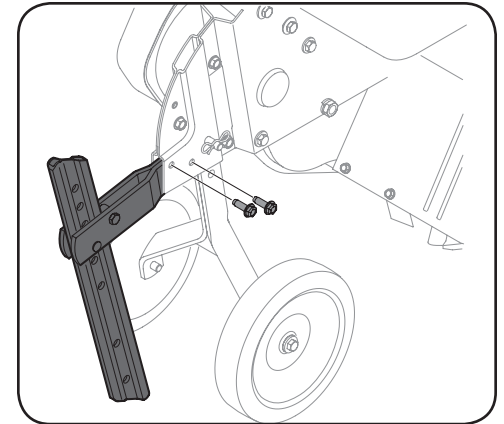

Figura 3-4
- Retire los dos tornillos del soporte en el caso de la cadena. Vea la Figura 3-4.
- Inserte el soporte horizontal en los soportes de caja de la cadena y asegurar el conjunto de la estaca de profundidad en su lugar con los tornillos que acaba de sacar en el paso 1. Véase la Figura 3-4.